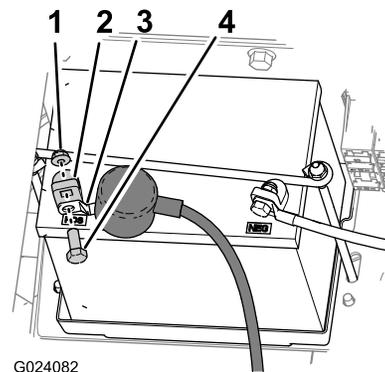

Figure 2
4. Soulevez le capuchon en caoutchouc et retirez le boulon et l'écrou qui fixent la cosse du câble positif de la batterie à la borne positive de la batterie (Figure 2).